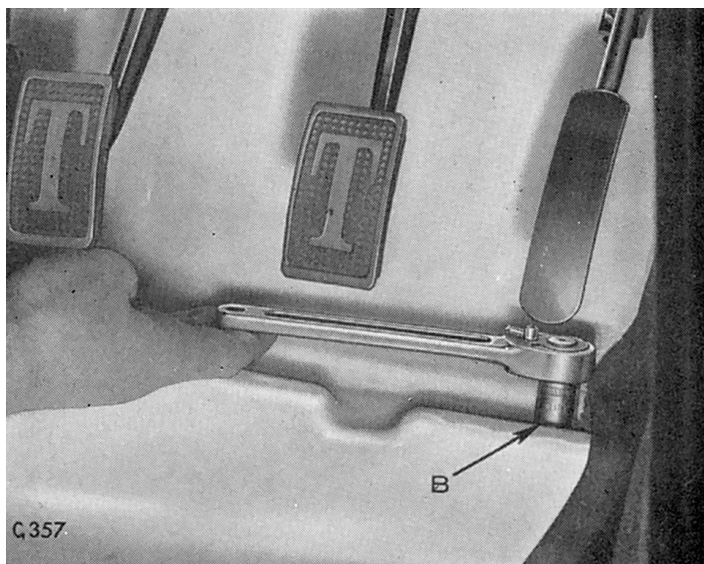

Fig. 4 Points de fixation sur le repose-pied
- un de chaque côté sur le repose-pied (B) (Fig. 4);